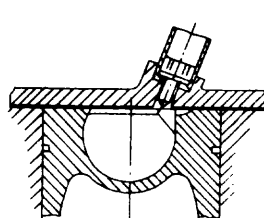

Fig. 3
- c) motores con cámara de turbulencia (fig. 3);